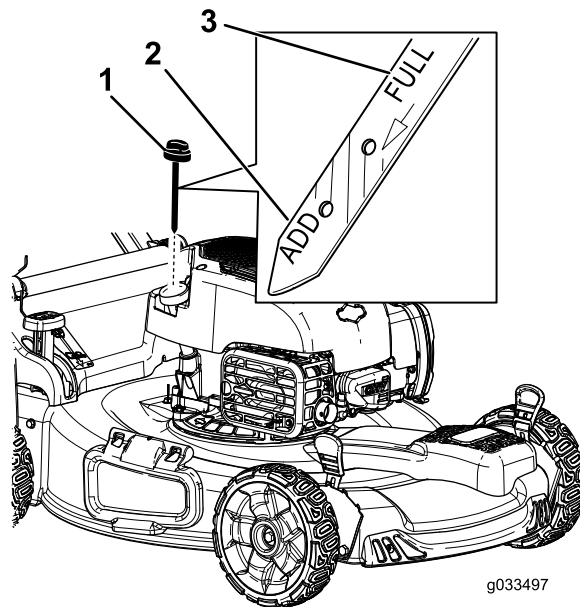

図 14
2. ディップスティックを外す 図 14。
5. ディップスティックを引き抜いて油量を点検する 図 14を参照。